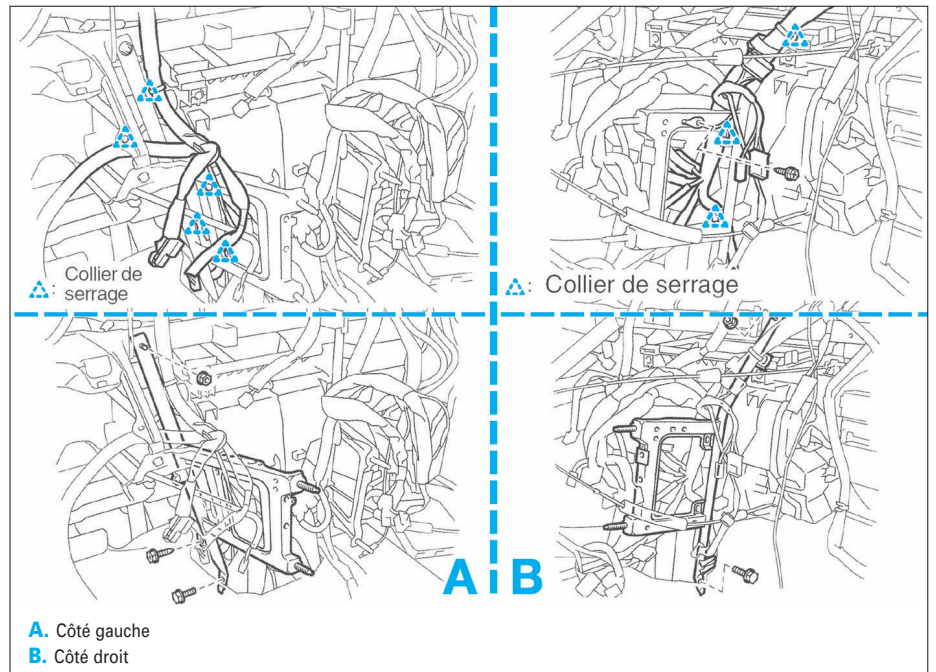

FIG. 16
- Déposer les attaches du tableau de bord gauche et droit (fig. 16).